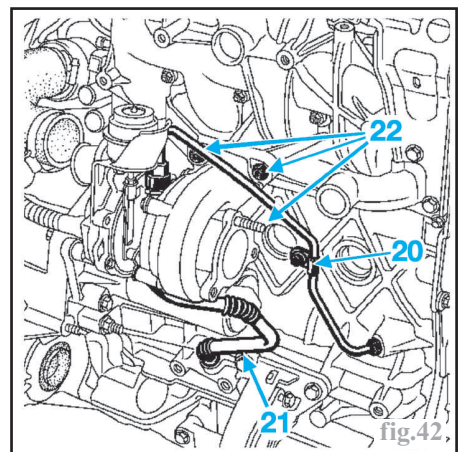

fig.42
- la canalisation d'alimentation d'huile du turbo (20) (fig.42),
- la canalisation de retour d'huile (21),
- les écrous de fixation du turbo sur le collecteur (22),